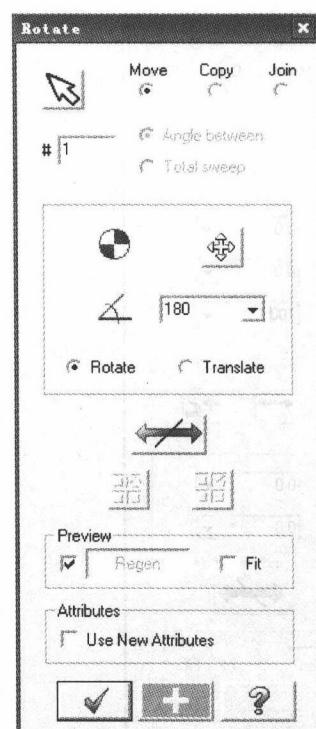

图 1-6 Rotate 对话框
2) 打开所有图层，点选 All enties，将构图面设置为 Front View。依次点选 Xform/Xform Rotate 下拉菜单，出现 Rotate 界面，如图 1-6 所示。点选 Move 选项，输入 180° 后，点选 ，将图形在前视图旋转 180°。